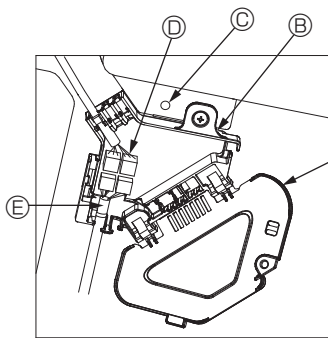

Fig. 10-8
- ① Avlägsna en skruv som håller anslutningsdosans lock och öppna locket.
- ② Anslut anslutningskablar till kontakt för lamellmotor och panelmotors kontakt i anslutningsdosan. (Fig. 10-8)